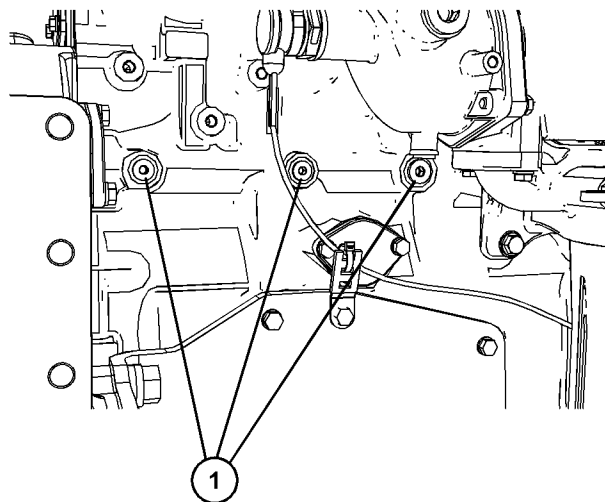

图 19
拆下图 19 中所示的螺塞，以连接发动机机油系统。所需的连接为 9/16" x 18 tpi。确保使用正确的机油技术规格，请参阅本操作和保养手册，油液建议，了解更多信息。润滑发动机内部表面后，拆下接头并安装塞 (1)。拧紧螺塞至扭矩 30 N·m (265 lb in)。Perkins 建议必须在至少 10° C (50° F) 的环境温度下执行该步骤。